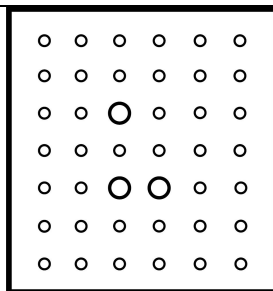

图 6-1 3DeVOK MQ 标定板摆放示意图
- 2、拿出布包中的标定板，按照图示方向放置在浅色的水平桌面上（如图 6-1 所示）。
- 注意标定板摆放方向应与图 6-1 及软件 UI 指示方向一致。错误的标定板摆放方向会导致第 6 步以后标定卡顿，**请务必检查方向！**